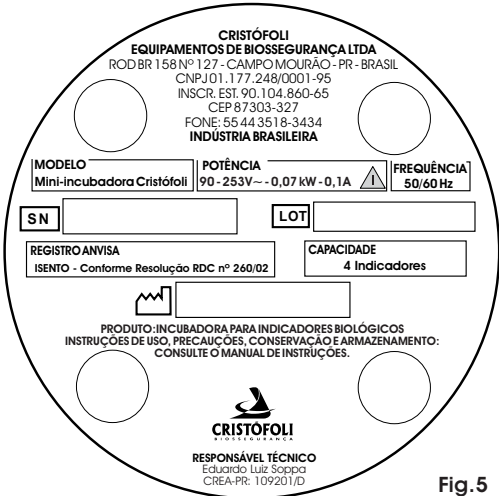

Fig.5
Antes de realizar o contato tenha sempre à mão o modelo do seu equipamento, voltagem, número de série e data de fabricação que se encontram no rótulo de identificação localizada na parte inferior do equipamento (Fig. 3, pág. 2 e Fig. 5, pág. 3) e uma descrição do problema. Contate então a Cristófoli através do **CRC - Central de Relacionamento com o Cliente** pelo telefone 0800-44-0800, (44) 3518-3499 ou e-mail: crc@cristofoli.com para uma avaliação e eventual reparo do seu equipamento. O horário de atendimento do CRC é de segunda a sexta-feira, das 9:00 às 12:00, das 13:30 às 16:30.